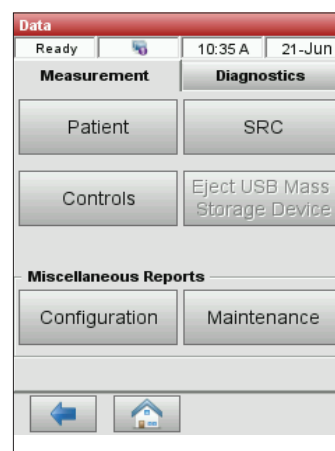

Figura 7. Opzioni di stampa
2. Nella sezione Misurazione, toccare **SRC** (Figura 7).